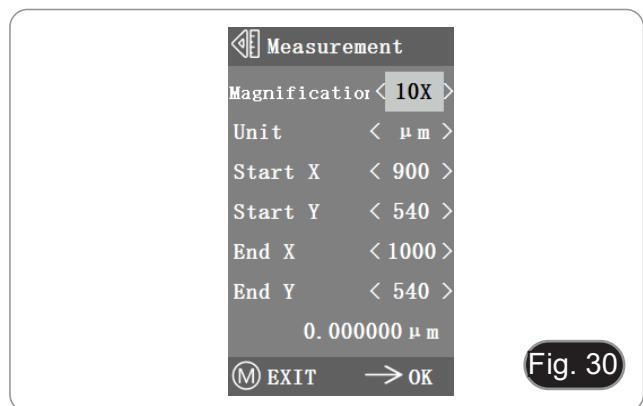

Fig. 30
- 3. Mover el punto inicial y final de la posición X e Y pulsando \leftarrow y \rightarrow : la longitud de la medición se muestra en tiempo real. (Fig. 30)